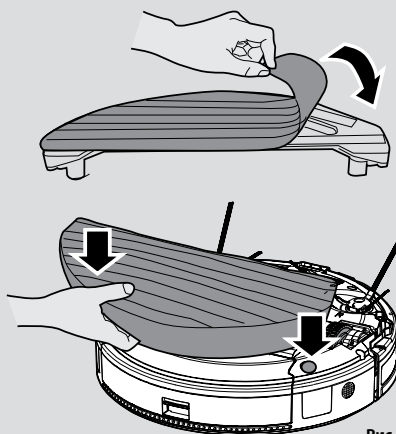

Рис. 15
3. Совместите резервуар для воды с нижней частью робота-пылесоса и прижмите его в правильное положение до щелчка, который указывает на правильную фиксацию. [Рис. 15]